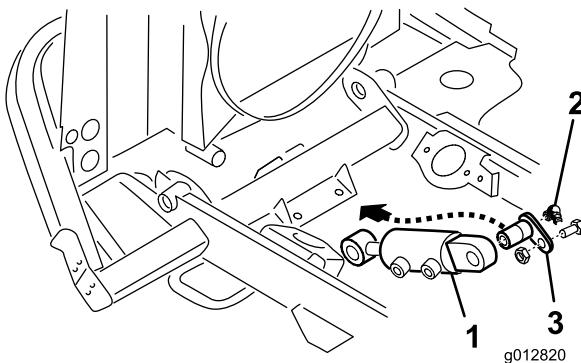

Figura 11
6. Monte a ponta estacionária do cilindro hidráulico na parte de baixo do suporte do elemento transversal da estrutura utilizando um pino de articulação (Figura 11).
7. Enrosque um bocal de lubrificação na extremidade do pino de articulação (Figura 11).